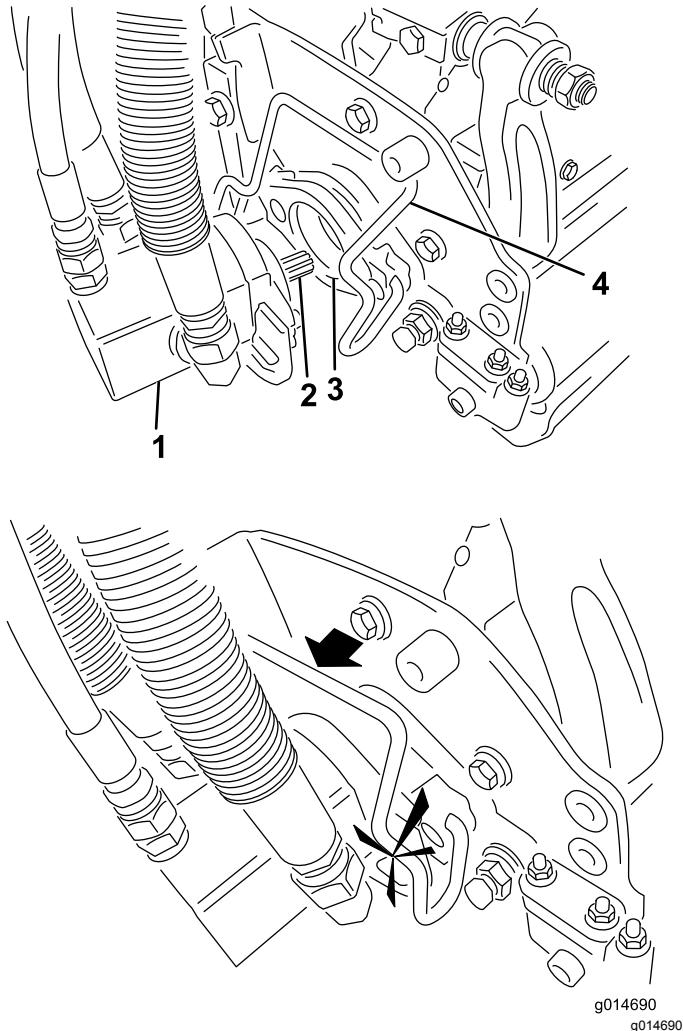

图13
7. 在滚刀组马达的花键轴上涂抹干净的润滑脂图13。
8. 将马达插入滚刀组左侧从操作员的位置看并将滚刀组上的马达固定架拉向马达直到听见马达两侧发出“咔哒”的声音图13。